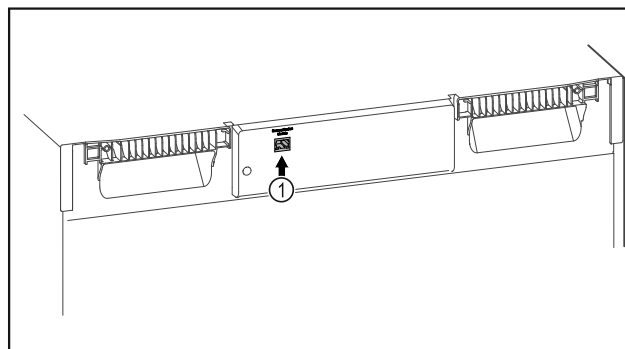

Fig. 83
- Le SmartModule Fig. 83 (1) est en place.